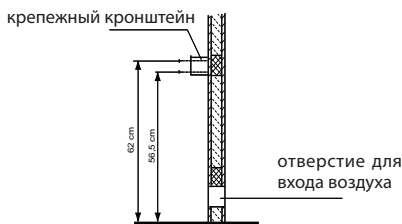

Рис. 2
1. Надежно привинтите крепежный кронштейн при помощи прилагаемых винтов для древесно-стружечных плит к стенке кабины посередине над отверстием для притока воздуха согласно рис. 2 + 3.